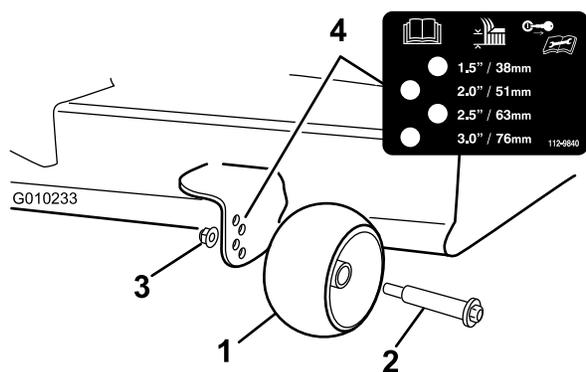

Figure 29
3. Retirez l'écrou à embase, le galet anti-scalp et le boulon du support (Figure 29).
4. Alignez le boulon et le galet anti-scalp dans le trou du support correspondant le mieux à la position de hauteur de coupe (Figure 29).
5. Insérez le boulon dans le trou du support et fixez le boulon et le galet anti-scalp avec l'écrou à embase (Figure 29).